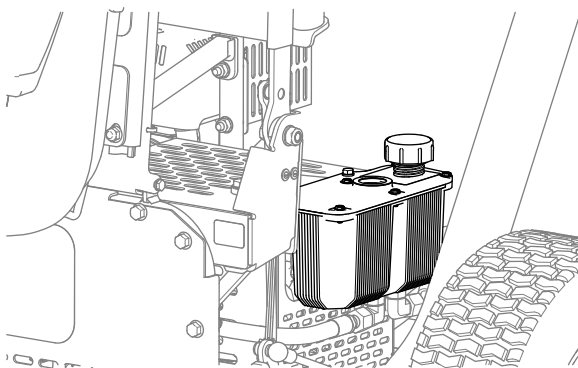

Figura 39
- Retire el tapón del depósito hidráulico (Figura 39).
- Coloque el tapón del depósito (Figura 39).